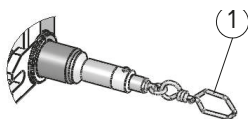
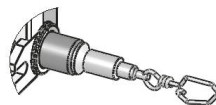

Abb. 5: Seilhaken geschlossen
Abb. 6: Seilhaken geöffnet
Montage Seilhaken (Abb. 5, Abb. 6):
1. Den Seilhaken ① beziehungsweise das Seil bis an die vorgesehene Befestigungsstelle ausziehen.
2. Den Seilhaken ① geschlossen (siehe Abb. 5) oder geöffnet (siehe Abb. 6) montieren.
3. Nach der Montage mit geöffnetem Seilhaken, Seilhaken wieder schließen (siehe Abb. 5).